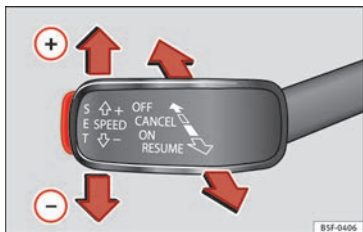

Fig. 50 A sinistra del piantone dello sterzo: terza leva per l'uso del GRA.
- Collegamento del GRA: posizionare la terza leva su **ON** » fig. 50. Il sistema si accende ma non effettua la regolazione poiché non è programmata alcuna velocità.
- Attivazione del GRA: premere il tasto **SET** » fig. 50. Memorizza e regola la velocità attuale.
- Disattivazione temporanea del GRA: muovere la leva fino a **CANCEL** » fig. 50 e rilasciarla o schiacciare il freno. La regolazione si scollega temporaneamente.
- Collegare nuovamente il GRA: muovere la leva fino a **RESUME** » fig. 50 e rilasciarla. La velocità memorizzata verrà conservata e regolata nuovamente.
- Disattivazione del GRA: portare la terza leva in posizione **OFF** » fig. 50. Il sistema si disattiva e la velocità memorizzata si cancella.